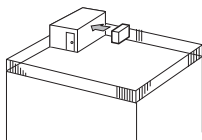

Fig. 2-3
- ① Coloque la salida de aire de frente a la pared más próxima a una distancia de unos 35 cm de ella. (Fig. 2-3)